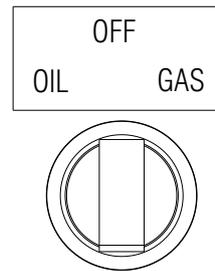

Abb. 36
- den Wählschalter des Brennstoffs auf „**GAS**“ (Abb. 36) stellen.